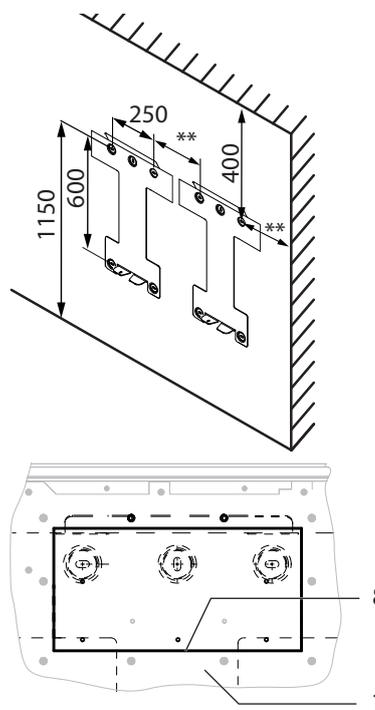

Bild 12: Position Wandhalterung/ Aufhängung
- 1. Aufhängeposition gemäß Position der Wandhalterung (Bild 12) mit einer Linie an der Wandfläche markieren.
**HINWEIS:** Die Mindestabstände zwischen zwei Wechselrichtern bzw. dem Wechselrichter und der Decke/dem Boden sind in der Zeichnung (Bild 12 auf Seite 15) bereits berücksichtigt.